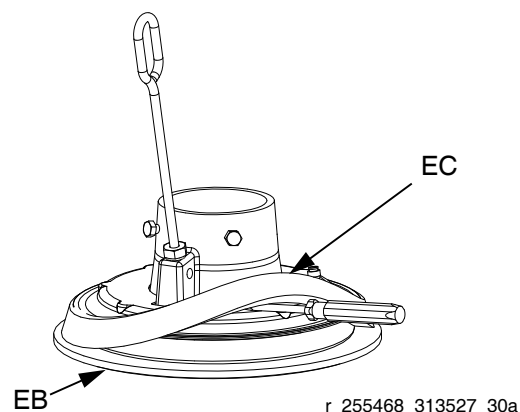

ABB. 16
2. Distanzstück (EC) mit einem Schraubendreher aushebeln. *Dabei an der Unterseite beginnen.* Distanzstück an einer Seite nach oben hebeln, bis es sich vollständig über dem Flansch der Folgeplatte befindet. Siehe ABB. 16.